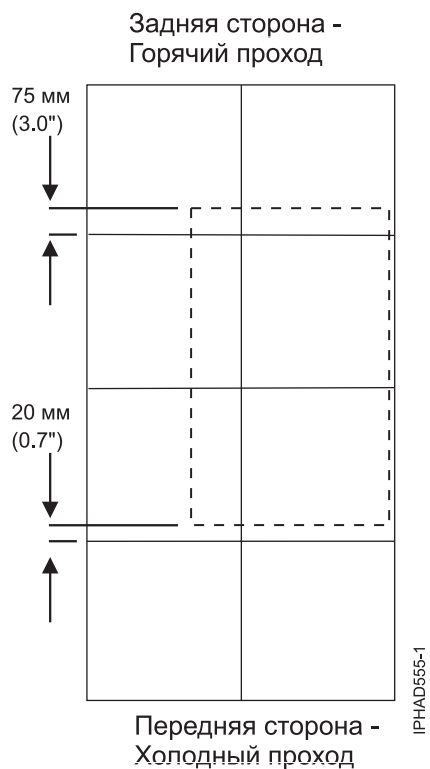
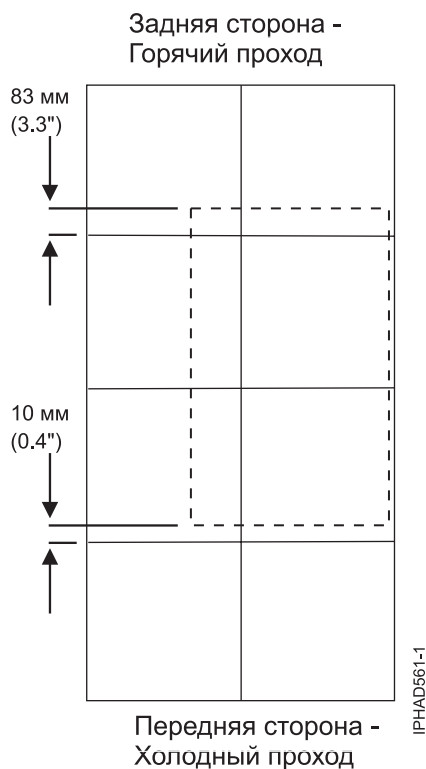

Рисунок 59. Размещение стойки на плитках размером 610 мм (24 дюйма)
Рисунок 65. Размещение стойки на плитках размером 600 мм (23,6 дюйма)
3. Рисунки рис. 59 на стр. 118 и рис. 65 на стр. 124 иллюстрируют только относительное положение и размеры отверстий фальшпола. Не следует применять его в качестве шаблона, поскольку он нарисован без соблюдения масштаба.